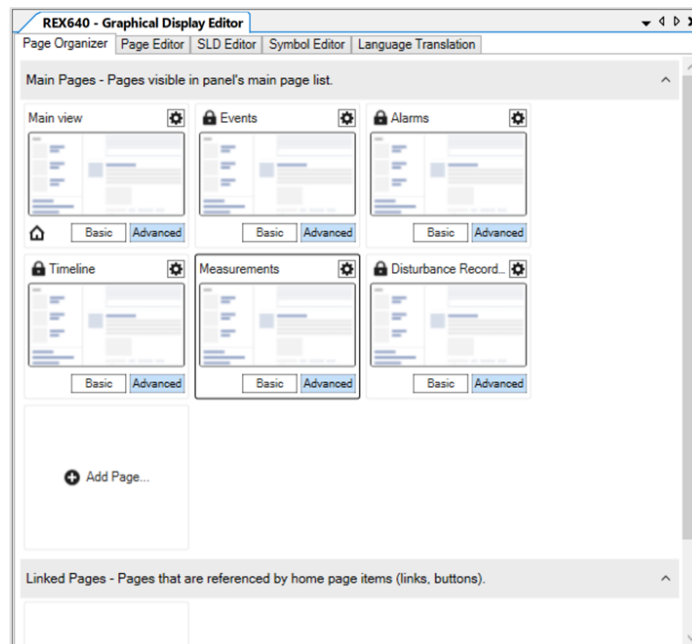

Imagen 166_Ventana de Page Organizer.
3.28 Volveremos a añadir páginas en “Page Organizer” y seleccionaremos las ventanas de “Events”, “Alarms”, “Timeline”, “Measurements” y “Disturbance records” como en la Imagen 166.